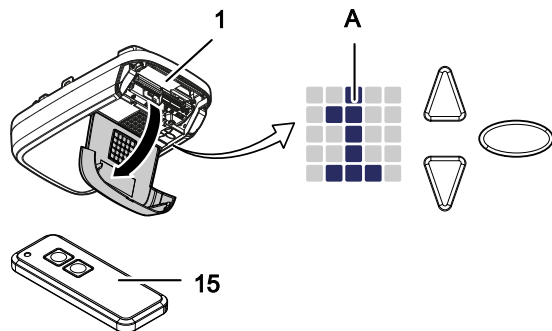

Fig. 4: Manöverelement
Montera anslutningskonsolen (11) på garageporten (bild 4).